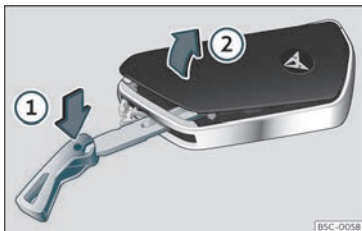

Fig. 68 Chave do vehículo: abrir a tapa do compartimento da pila.
- Introduza o espadín na fenda >>> **fig. 68**, preméndoo no sentido da frecha ① e deslenda a tapa facendo panca ②.